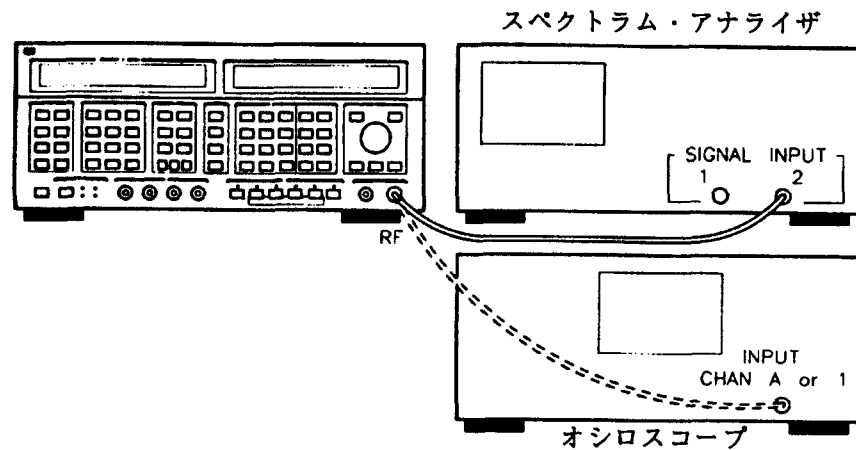

図 2-5. AM手順 1 用の機器セットアップ
1. 図2-5のように、本器をスペクトラム・アナライザ (またはオシロスコープ) へ接続します。装置に電源を投入し、以下の調整を行います。